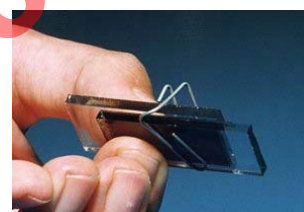

Figura 6: Montagem final da célula.
- a) Junte os dois eléctrodos como indicado na figura 6, utilizando um clip. A camada de TiO_2 activada com o corante tem que estar em contacto com a camada de grafite. Para mais tarde ligar os cabos eléctricos à célula fotovoltaica, é necessário montar os eléctrodos desfasados.